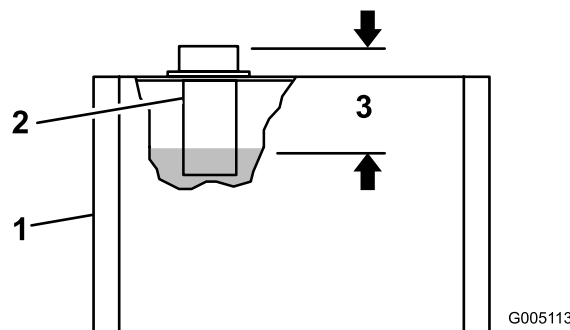

Figura 20
- Togliete il tappo dalla parte superiore del serbatoio e controllate il livello del fluido. Il fluido dovrebbe trovarsi a circa 89 mm al di sotto del limite massimo del foro di riempimento (Figura 20).